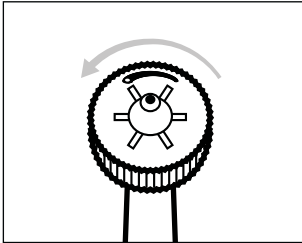

Abb. 4
- ◆ Drehen Sie den Düsenregler ❶ mit den Fingern gegen den Uhrzeigersinn für einen Einzelstrahl zur gezielten Entfernung von Speiseresten an schwer erreichbaren Stellen (siehe Abb. 4 und 5).